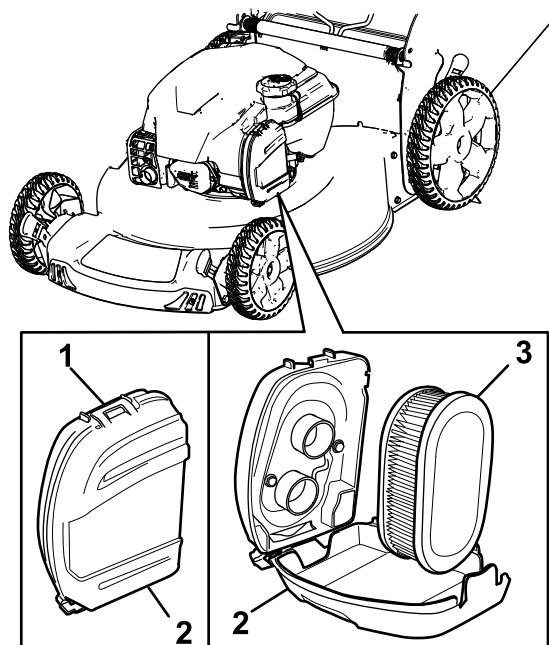

Figura 24
2. Retire o filtro de ar (Figura 24).
1. Desencaixe a parte superior da cobertura do filtro de ar (Figura 24).